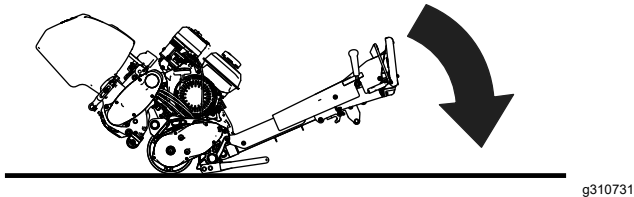

Bild 5
2. Einstellschraubenmutter für Untermesser (2)
- Senken Sie bei angebauten Mähwerk den Griff der Antriebseinheit auf den Boden ab (**Bild 5**).